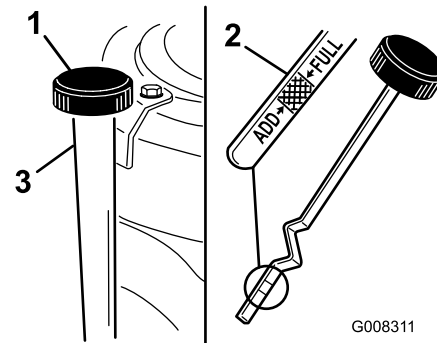

Bild 24
7. Reinigen Sie den Bereich um den Ölpeilstab (Bild 24), damit kein Schmutz in den Einfüllstutzen gelangen und den Motor beschädigen kann.
8. Schrauben Sie den Ölpeilstab los und wischen Sie das Metallende ab (Bild 24).
9. Schrauben Sie den Ölpeilstab vollständig in den Einfüllstutzen (Bild 24).
11. Reinigen Sie den Bereich um den Ölpeilstab und drehen den Verschlussdeckel ab (Bild 24).
12. Gießen Sie ca. 80 % der angegebenen Ölmenge langsam in den Einfüllstutzen (Bild 24). Siehe Warten des Motoröls.